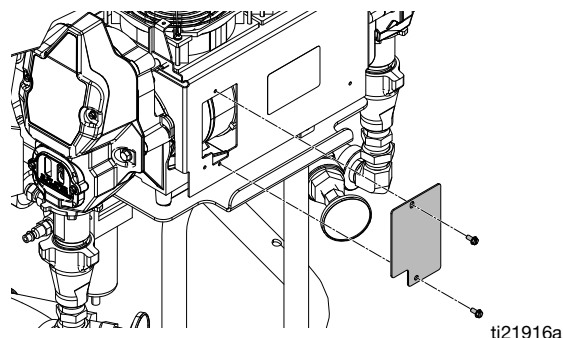

FIG. 19 Escobillas del motor
6. Retire la cubierta del control de pantalla (26). Desconecte los cables del motor tal como se indica:
- a. Quite los dos pernos y acceda a la placa de la cubierta. Consulte la FIG. 19, página 55.
- b. Retire los dos pernos y la placa de la cubierta de acceso. Consulte la FIG. 19, página 55.